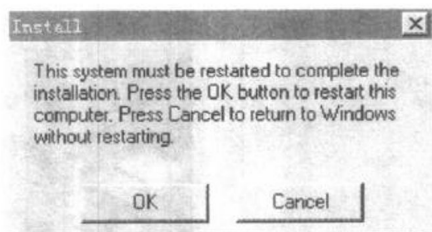

图 1-11 选择是否重新启动计算机
(11) 单击 Next 按钮后,安装向导会提示读者必须重启计算机,安装才能正常结束,如图 1-11 所示。读者可以根据自己的情况选择。